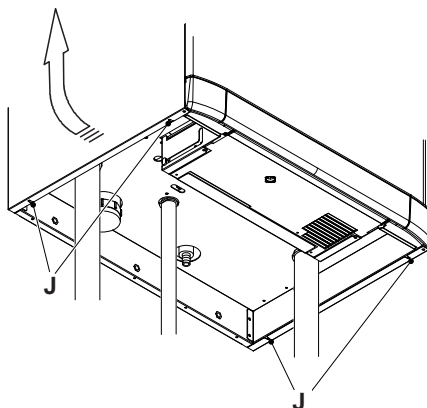

Fig. 9.2
- Afloje los tornillos (J) mostrados en la Fig. 9.2 y desmonte los dos paneles laterales empujándolos hacia arriba para liberarlos de los ganchos superiores.